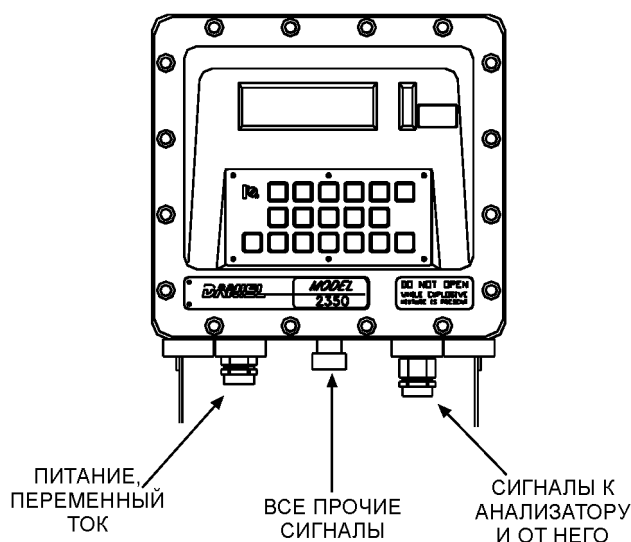

Рисунок 3-11. Отдельные входы для кабелей контроллера хроматографа
- (1) Обеспечьте доступ к клеммной панели (ТВ) контроллера.
- (а) При необходимости смотри инструкции, изложенные в п. 3.4.1, действие (1).
- (2) Проложите соединительный кабель в корпус прибора. При работе с прибором во взрывобезопасном исполнении обеспечьте выполнение всех необходимых требований (смотри рисунок 3-11).